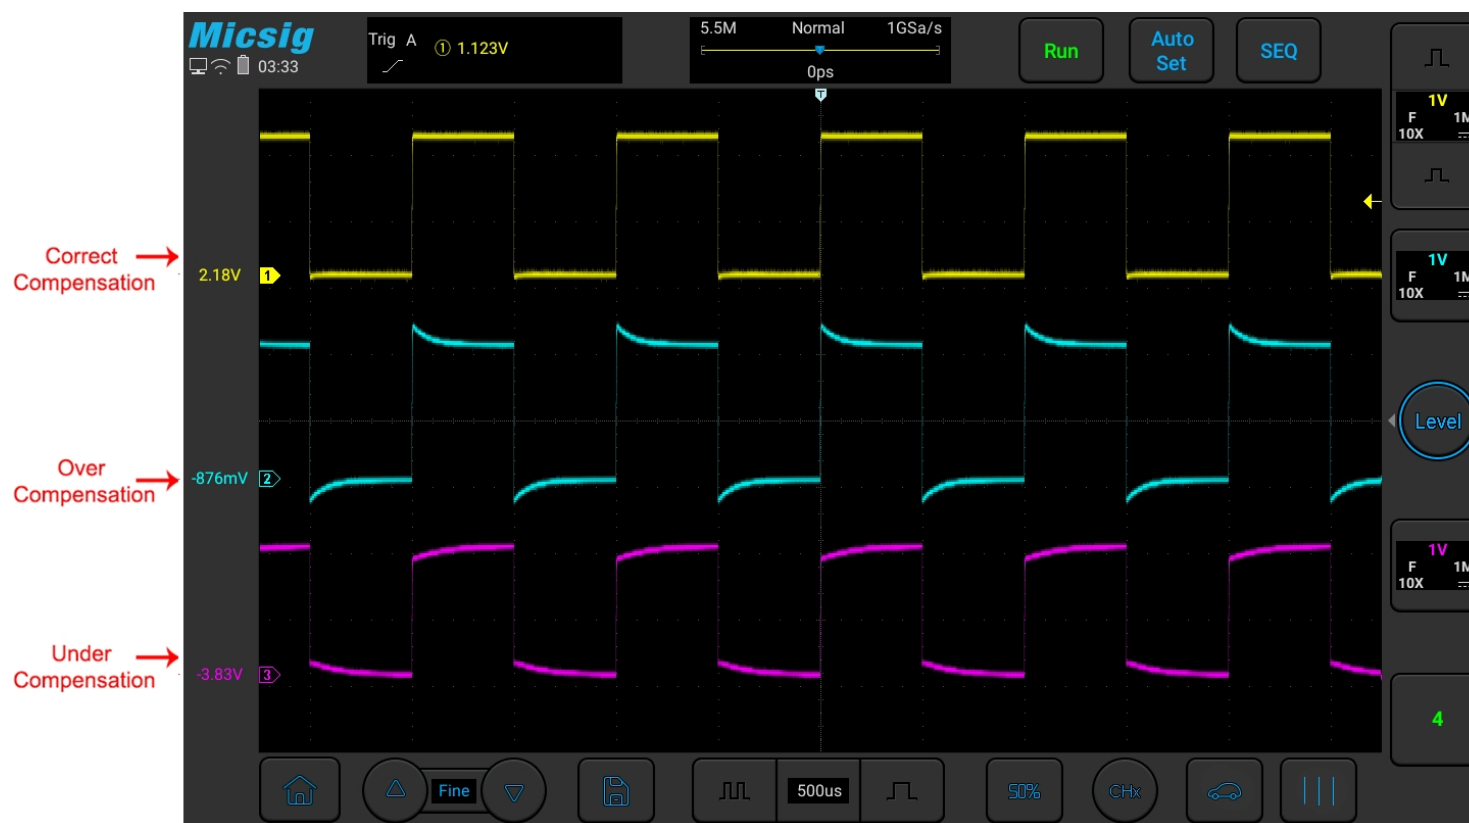

Abbildung 2-14 Sondenkompensation
- 5) Tippen Sie auf die Schaltfläche „“ (Vertikale Empfindlichkeit einstellen) oder passen Sie die vertikale Empfindlichkeit der Wellenform und die horizontale Zeitbasis manuell an. Beobachten Sie die Form der Wellenform, siehe Abbildung 2-14.